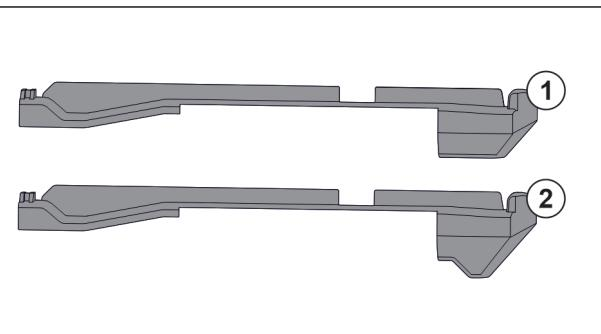

Fig. 52 Porovnanie násuvných dielov
V zariadení sa nachádzajú dva rozdielne násuvné diely. Násuvný diel nad spodnou zásuvkou Fig. 52 (2) má trojuholníkovú hranu. Všetky ostatné násuvné diely Fig. 52 (1) majú rovnú hranu.
- Namontujte násuvný diel Fig. 52 (2) s trojuholníkovou hranou nad spodnú zásuvku.
- Namontujte násuvný diel Fig. 52 (1) s rovnou hranou na všetky ostatné miesta.